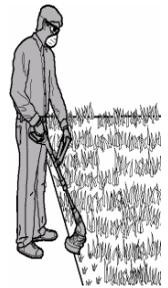

Рисунок 10
4.2.2 Займіть зручне і стійке положення. Тримайте виріб, взявши правою рукою за основну рукоятку, а лівою рукою - за передню рукоятку. Працюючи з виробом, міцно тримайте його обома руками (рисунок 10).